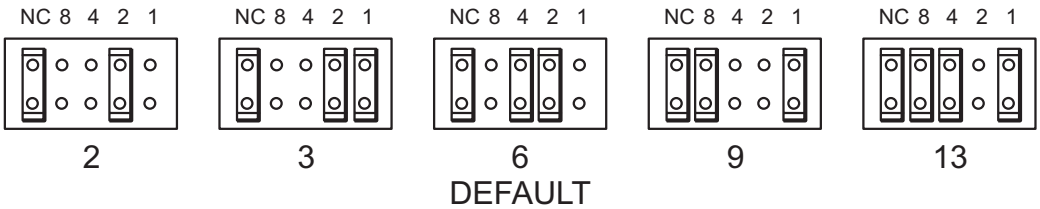

Abbildung 3a: Überprüfen der SCSI-ID
Die SCSI-ID wird über die Steckbrücken auf der Rückseite des Laufwerks eingestellt. Stecken Sie die Steckbrücken mit Hilfe einer Pinzette oder einer kleinen Zange so auf die Stifte, dass die gewünschte ID konfiguriert wird (siehe Abbildung 3a). Wenn Sie keine Steckbrücken installieren, stellt die Firmware das Laufwerk standardmäßig auf SCSI-ID 6 ein. Wenn Sie Steckbrücken installieren, muss die linke Steckbrücke (NC) stets eingestellt werden.